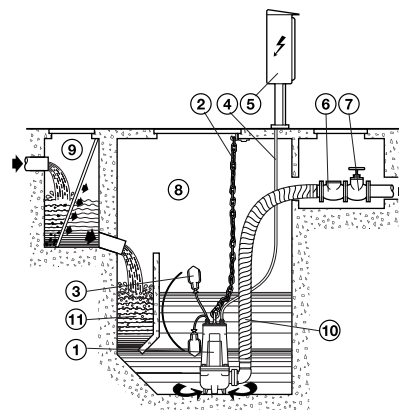

Fig. 5
- fixe avec l'électropompe positionnée sur le pied d'accouplement fixé sur le fond du puisard ou de la bêche (fig.5)
## 5.2.1 INSTALLATION MOBILE (fig.5)